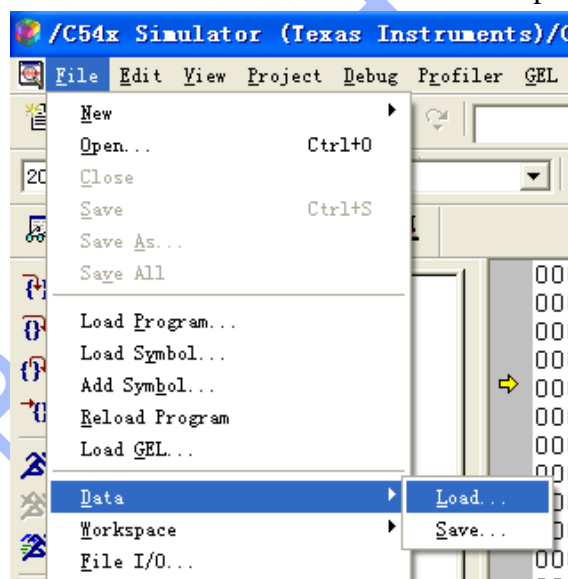

图 4-2
4.2.1、选择 File->Data->Load... 打开之前 Matlab 生成的 input.dat 文件（图 4-2）